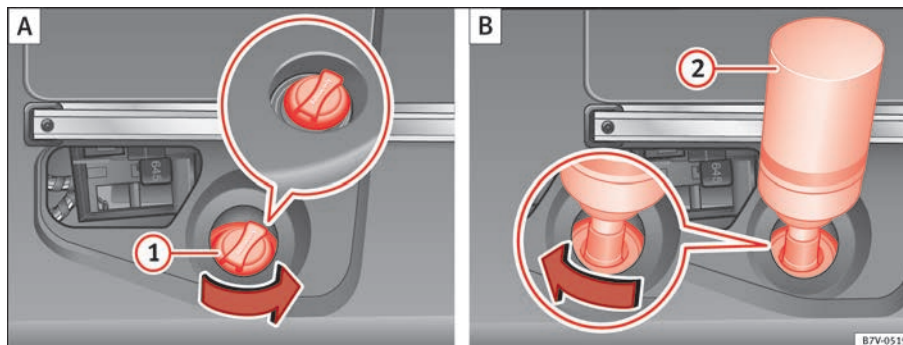

Fig. 165 Depósito de AdBlue com fecho do bocal de enchimento e garrafa para abastecer.
- Desenrosque o tampão do bocal de enchimento do depósito ⇒ Fig. 165 ① no sentido contrário aos ponteiros do relógio.